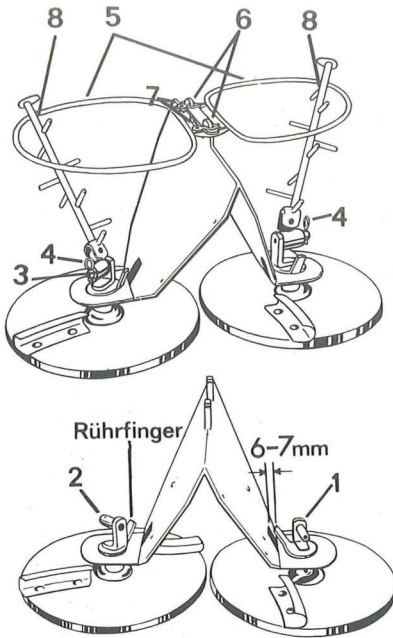

Abb. 4
1. Ringrührwerk (s. Abb. 4)
15. **Regelmäßig** den **Abstand** (6–7 mm, s. Abb. 4) zwischen **Trichterwand** und **Rührfinger überprüfen!** Rührfingerspitze eventuell nachbiegen. Zu stark verschlissene Rührköpfe austauschen.
- Beim Einbau der Satzrührköpfe ist darauf zu achten, daß der Rührfinger über der gekrümmten Streuschaufel steht und die aufgeschweißte Schneide in Drehrichtung voraus-eilt (s. Abb. 9). Das Schneidmesser muß außerdem an der Düngeraustrittöffnung einen Abstand von 6–7 mm haben (siehe Abb. 4), und der Rührkopf darf nicht auf dem Trichterboden schleifen. Bei Berühren Trichterboden etwas nach unten drücken!